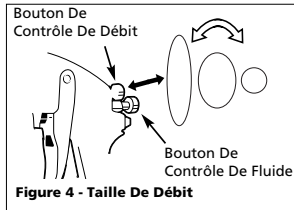

Figure 4 - Taille De Débit
- Ajuster la taille de débit à la forme désirée. Pour un plein débit, tourner le bouton de réglage de débit au sens contraire des aiguilles d'une montre. Pour une configuration ronde, tourner le bouton de réglage de débit au sens des aiguilles d'une montre (Voir Figure 4).